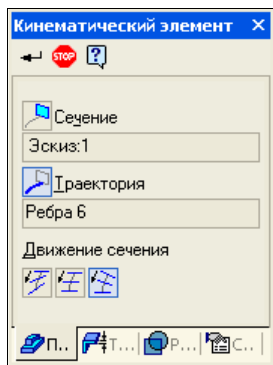

Рис. 17.19. Панель свойств Кинематический элемент
- ♦ на панели инструментов **Редактирование детали** нажмите кнопку **Операция выдавливания** и из выпадающего меню вызовите команду **Кинематическая операция** . На Панели свойств: Кинематический элемент (рис. 17.19) точно так же четыре вкладки. На вкладке **Параметры** в окне **Сечение** указан **Эскиз 1**;